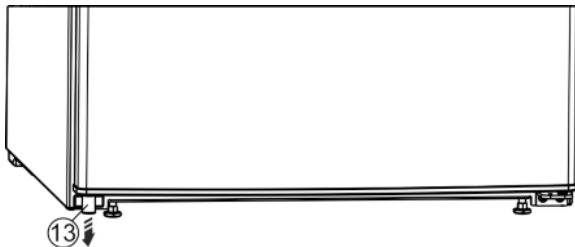

Fig. 4
- ▶ Дістаньте з дверцят розпірку Fig. 4 (13) внизу зліва.